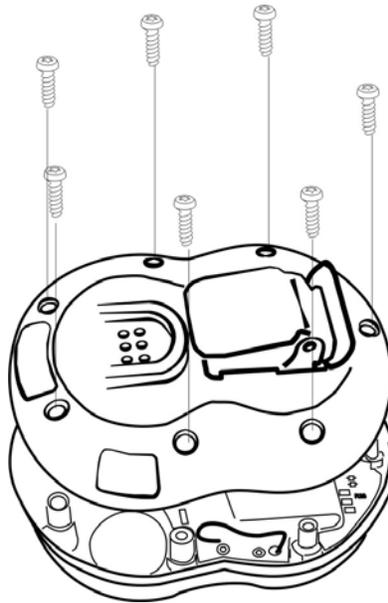

Figure 5-1. Retrait du couvercle du Protégé
- 2) Dévissez et retirez les vis Torx 7 à l'arrière du Protégé. Reportez-vous à la Figure 5-1.